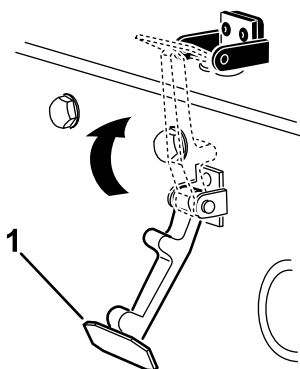

Figure 36
7. Accrochez le loquet du capot sur son support (Figure 36).